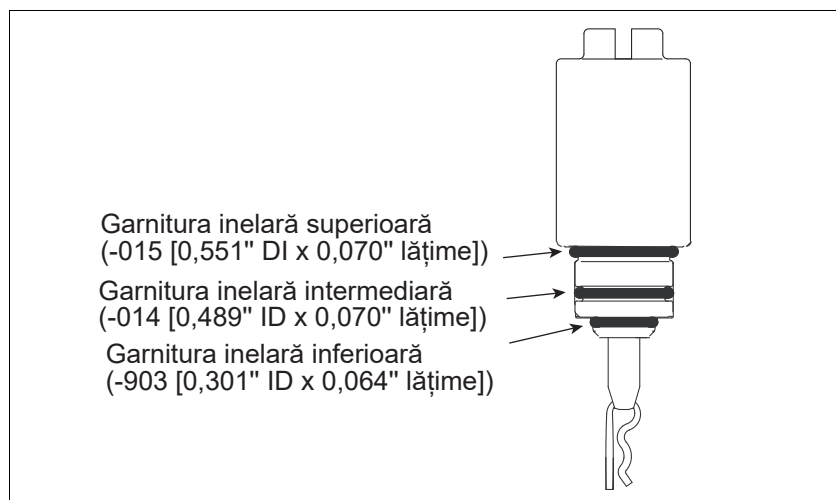

Figura 41. Splintul de agățare în poziție pentru instalarea șurubului de purjare a aerului
8. Lubrifiați cu vaselină rectificată cele trei garnituri inelare de pe noul șurub și instalați-l cu splintul de agățare împins și suspendat în poziție verticală (vezi Figura 41).